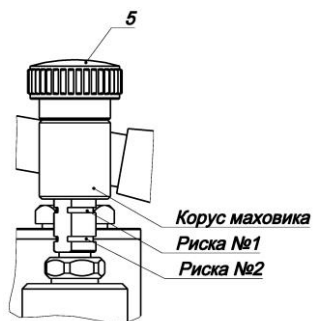

Рисунок 2 – Отсечной клапан
- перевести отсечной клапан (поз. 5) в режим создания давления, путем вращения маховика клапана по часовой стрелки до тех пор, пока не совместиться край корпуса маховика с первой риской №1 (рис. 2).
Перевести отсечной клапан (поз. 5) в режим создания давления, путем вращения маховика клапана по часовой стрелки до тех пор, пока не совместиться край корпуса маховика с первой риской №1 (рис. 2). Предварительное создание давления в системе осуществляется с помощью поступательных движений рукояткой (поз. 6) насосного блока (поз. 2) и вращения рукоятки (поз. 10) маховика клапана создания давления (поз. 11). По часовой стрелке – давление повышается, против часовой стрелки – давление понижается. Точное создание давление осуществляется отсечным клапаном в диапазоне движений корпуса маховика до риски №1. Положение корпуса маховика выше риски №1 соответствует сбросу давления. При необходимости отсечения насосного блока от рабочей полости приборов, сместите корпуса маховика до риски №2. Положение корпуса маховика ниже риски №2 соответствует режиму работы системы без насосного блок. Данный режим необходим при давлениях менее 10 МПа при наличии в рабочей среде загрязнений и